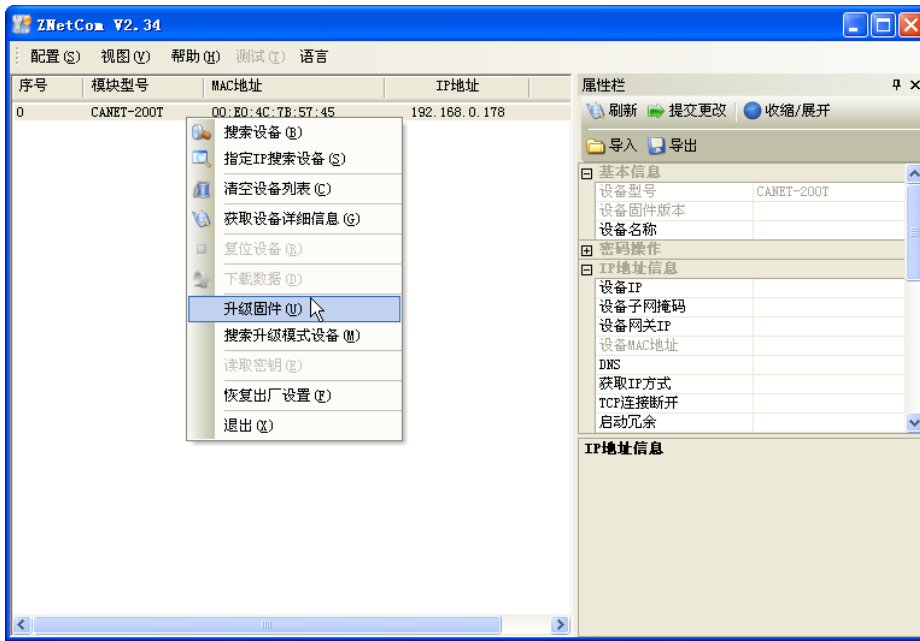

图 6.14 固件升级菜单项
单击  按钮，在弹出的“打开”对话框中（如图 6.14 所示），选择保存的设备配置信息文件，单击【打开】按钮后，ZNetCom 软件将导入文件中保存的设置。
1. 在 ZNetCom 软件的设备列表栏中，在列表项上点击鼠标右键，出现升级固件菜单项，如图 6.14 所示。